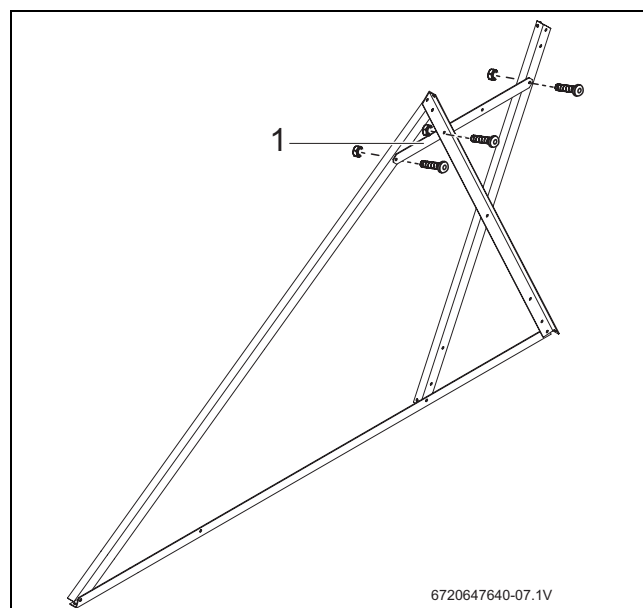

Fig. 19 Monter la baguette transversale
- ▶ Visser la barre transversale (→ fig. 19, [1]) avec les deux rails de support-ballon et le rail de support-capteur.